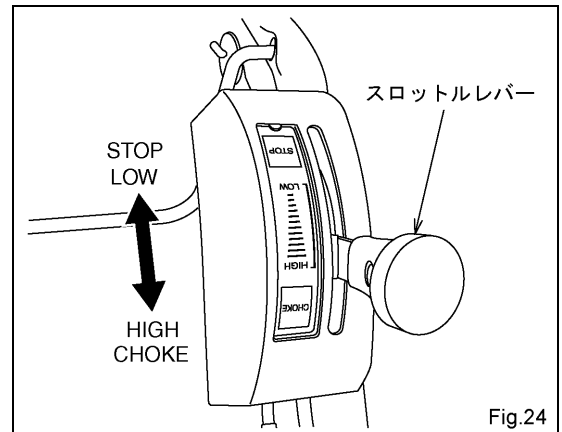

Fig.24
(1) 工場出荷時調整は行なっておりますが、搬送中、変わる場合もありますので以下の確認を行なって下さい。
- ① スロットルレバーを“CHOKE”（チョーク）の位置にすると同時にチョークロッド（A）が（閉）方向に動く事。（Fig.24, 25）
- ② スロットルレバーを“CHOKE”（チョーク）から“HIGH”（高速）の位置にすると同時にチョークロッド（A）が（開）方向に動く事。（Fig.24, 25）
- ③ スロットルレバーを“STOP”（停止）位置にした時エンジンスイッチの接点（B）とコントロールレバー（C）が接していること。（Fig.24, 26）
- ④ スロットルレバーを“LOW”（低速）の位置にしたときエンジンスイッチの接点（B）とコントロールレバー（C）が接していない事。